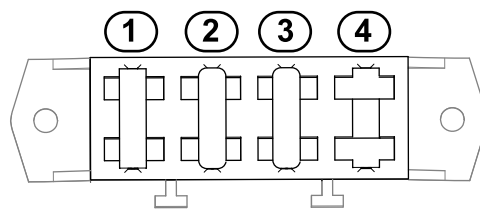

図 22
3. ヒューズボックス内部のヒューズを点検する(図22)。
4. ヒューズが切れている場合は、適切な電圧とアンペア数のヒューズと交換してください(図22)。特定のヒューズ部品番号については、トラクションユニットのサービスマニュアルを参照してください。